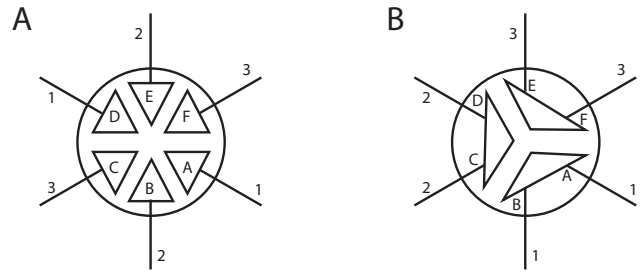

Fig. 8.e
- électrovanne d'alimentation (Fig. 8.a dét. 3 et Fig. 8.c dét. 2). Après avoir déconnecté les câbles et les tuyauteries, retirer l'électrovanne et contrôler l'état de propreté du filre en entrée et le nettoyer, si nécessaire, utiliser de l'eau et un brosse souple;
- collecteur avec pompe de vidange (Fig. 8.a dét. 5). Vérifier qu'il n'y ait pas de résidus solides dans le logement du cylindre, retirer les éventuelles impuretés. Contrôler que le joint d'étanchéité (O-Ring) ne soit pas endommagé ou fissuré, si nécessaire le remplacer. Vérifier qu'il n'y ait pas de résidus solides dans le conduit de drainage;
- pompe de vidange (Fig. 8.c dét. 4). Déconnecter l'alimentation électrique, dévisser les vis de fixation et retirer les éventuelles impuretés (Fig. 8.a dét. 6). Nettoyer la cuve d'éventuelles incrustations et vérifier que l'eau coule librement de la cuve à la décharge (en correspondance de la pompe de vidange);
- cuvette de remplissage (Fig. 8.a dét. 1). Contrôler qu'il n'y ait pas d'obstructions ou de particules solides et que les électrodes de mesure de la conductivité soient propres, retirer d'éventuelles impuretés et rincer;
- kit tuyaux internes (Fig. 8.a dét. 2 et Fig. 8.c dét. 3). Contrôler qu'ils sont libres et exempts d'impuretés, retirer d'éventuelles impuretés et rincer.